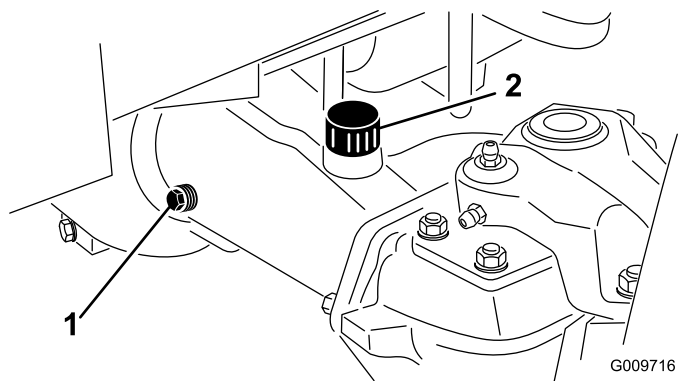

Bild 88
2. Entfernen Sie die Prüfschraube aus einem Ende der Achse (Bild 88) und stellen sicher,
dass der Schmierstoff die Unterseite des Lochs erreicht. Entfernen Sie bei niedrigem Ölstand die Füllschraube (Bild 88) und füllen genug Öl ein, um den Stand bis an die Unterseite der Prüfschraubenöffnungen anzuheben.